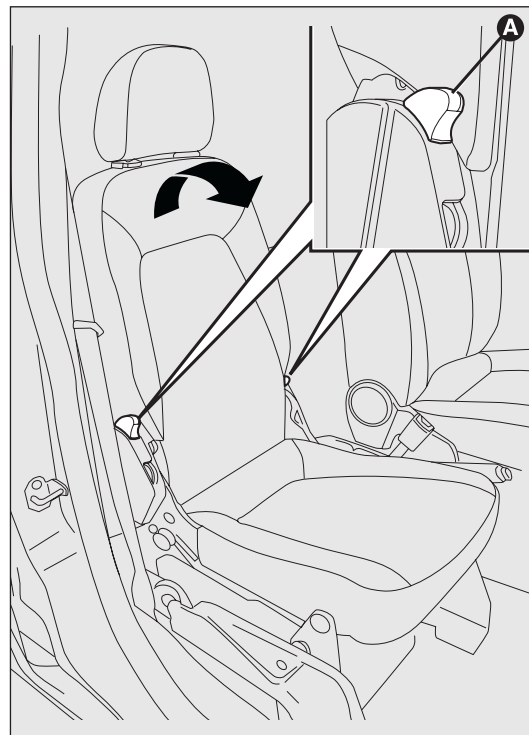

fig. 22
- actionner les leviers A-fig. 22 et rabattre en avant le dossier en agissant dans le sens indiqué par la flèche ;